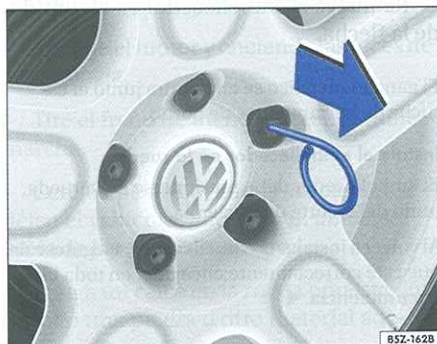

Fig. 136 Retire los protectores de los tornillos
- Introduzca el gancho metálico a través de la abertura en el centro del protector ⇒fig. 136.